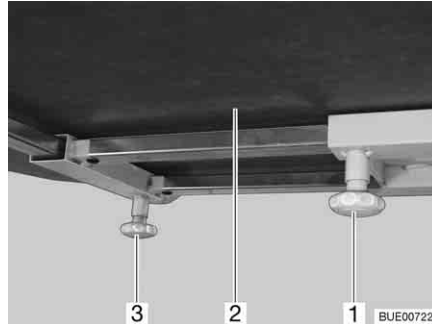

Bild 119 Förskjut bordsskivan (alternativ)
- Lossa den räfflade skruven (Bild 119,1).
- Skjut bordsskivan (Bild 119,2) till önskat läge.
- Lossa den räfflade skruven (Bild 119,3).